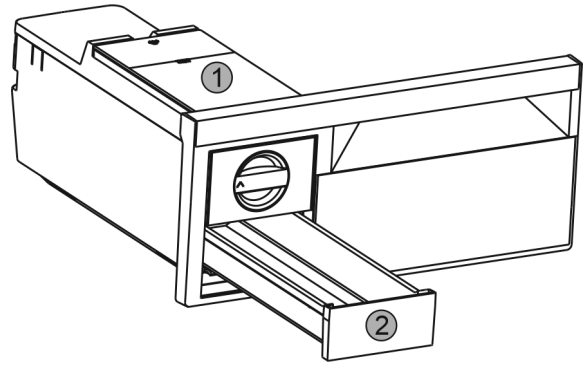

Fig. 79
- ▶ Retire el depósito de agua Fig. 79 (1) y el cajón para cubitos de hielo Fig. 79 (2).